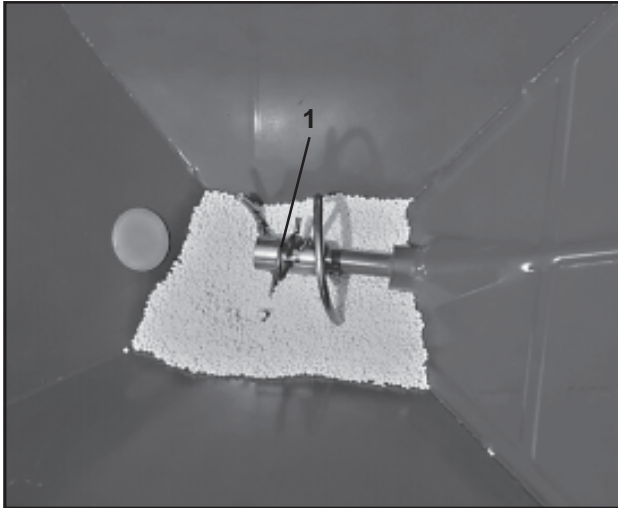

Fig. 9.2
2. Die Abschersicherung der Rührwelle erfolgt über die Rührspiralen-Federvorstecker (Fig. 9.2/1).